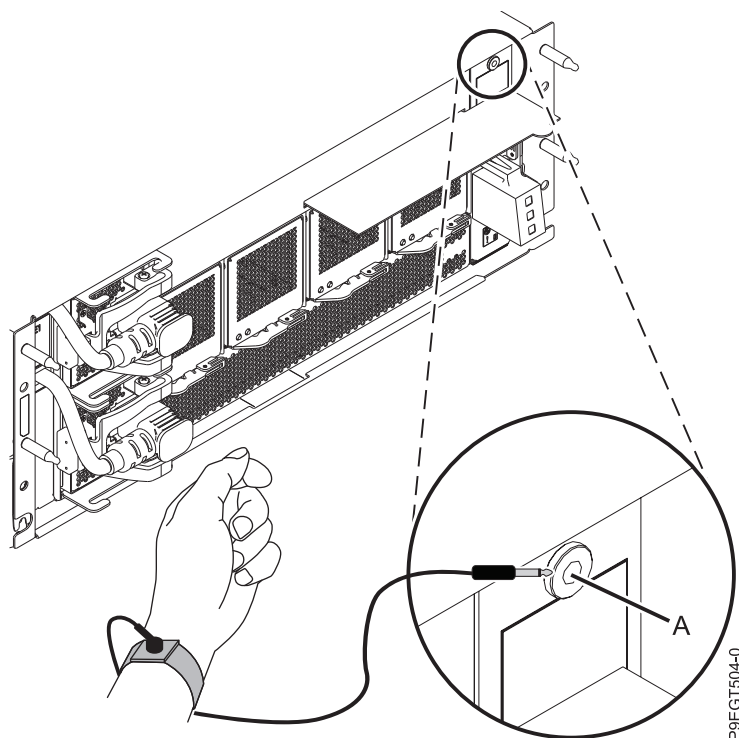

図 2. 前面 ESD ジャックへの ESD リスト・ストラップの取り付け
4. 静電気放電 (ESD) リスト・ストラップを取り付けます。ご使用のシステムには、ESD ジャックが備わっています。ESD リスト・ストラップのプラグを、システムの前面にある ESD ジャックに差し込みます。図 2を参照してください。